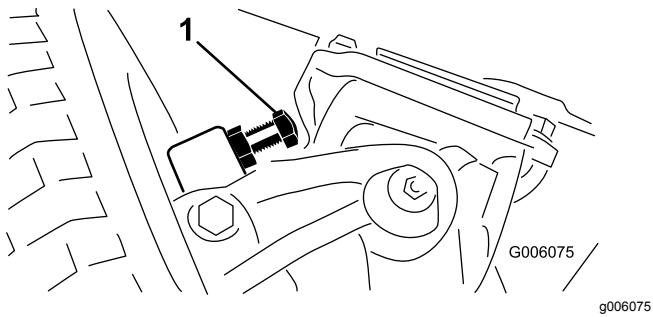

Figura 69
1. Aperte ou desaperte as cavilhas até alcançar uma folga de 2,3 mm; consulte Figura 69.